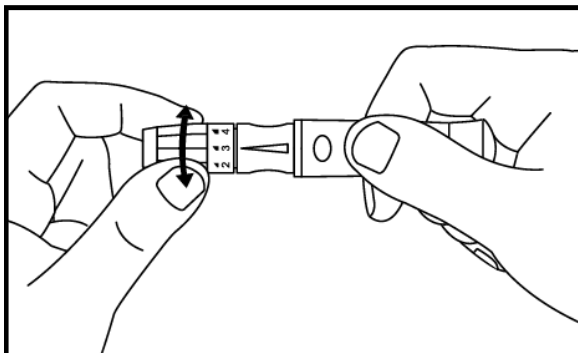

Abb. 26
Schritt 5: Stellen Sie die Einstichtiefe durch Drehen der Abdeckung der Stechhilfe ein. Es gibt insgesamt 6 Einstellungen für die Einstichtiefe. Um Beschwerden zu vermeiden, verwenden Sie die niedrigste Einstellung, bei der immer noch ein angemessener Blutropfen erzielt wird. (Siehe Abb. 26)